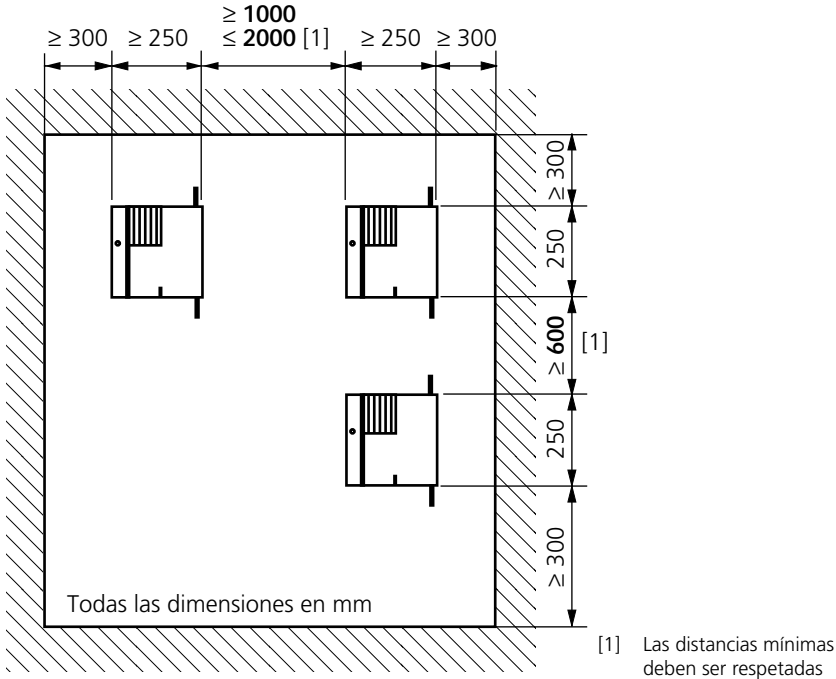

Fig. 4.47: Distancias de montaje, antenas verticales
- Respetar las distancias mínimas existentes entre unidades radio adyacentes (*Fig. 4.47,4.49*).